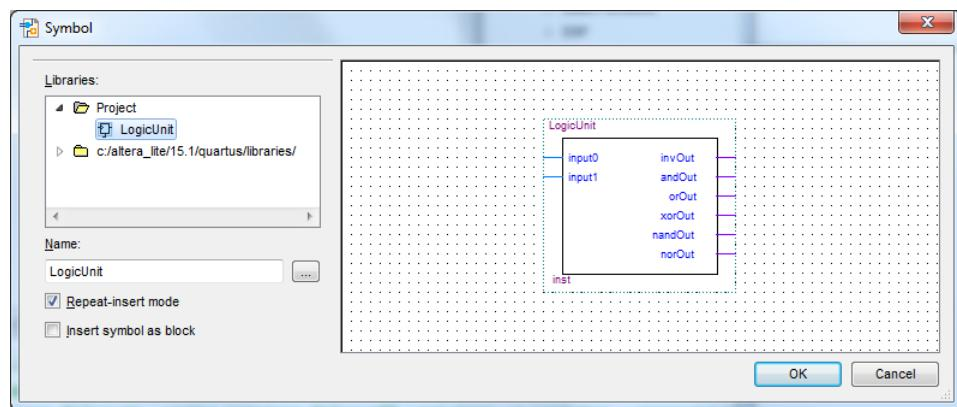

Figura 55 – Instanciação num diagrama esquemático do módulo “LogicUnit”.
**7.** Uma vez criado o símbolo, um módulo definido pelo utilizador pode ser usado num diagrama esquemático da mesma forma que qualquer bloco predefinido, usando o botão “Symbol Tool” da barra de ferramentas. Crie uma instância do módulo “LogicUnit” (Figura 55).